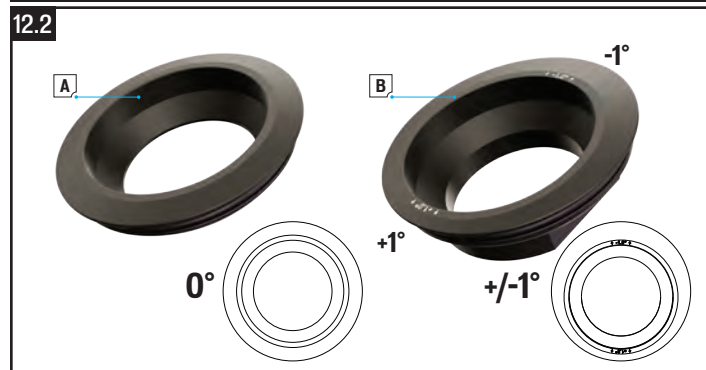

Fig. 12.2
- Desserrez les vis de la potence qui la fixent au pivot de fourche (A).
- Desserrez puis retirez la vis du capuchon supérieur (B).
- Retirez la potence (C) située sur le pivot de direction (D) puis retirez la fourche située sur le cadre (E).
- Sélectionnez la cuvette du jeu de direction et installez-la (Fig. 12.2) en fonction de la géométrie souhaitée par le cycliste.